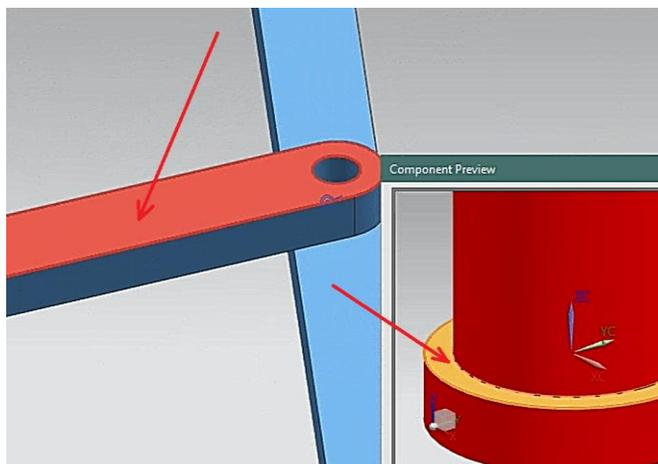

Figura 1.53 Cara superior de **barra3b2.prt** y cara inferior de la cabeza de **broche1 1.prt**.
- Elegir el tipo de restricción **Touch Align**. Seleccionando **Orientation** → **Touch**. Seleccionar la cara inferior de la cabeza del **broche1 1.prt** y la cara superior de **barra3b2.prt** (Figura 1.53).